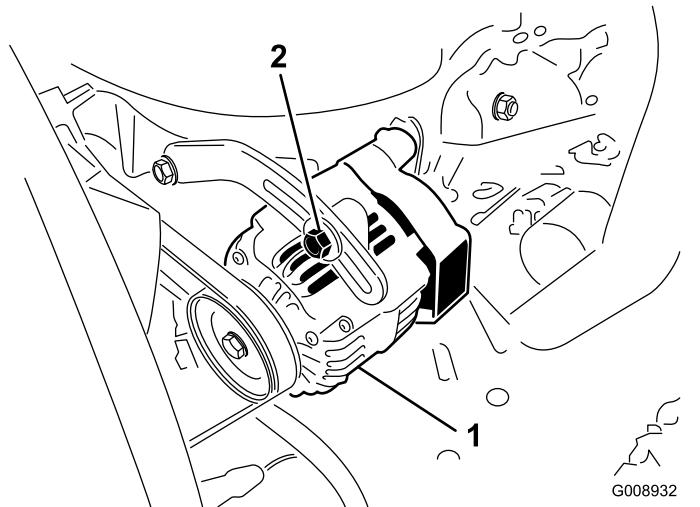

図 45
- たわみが10 mmでない場合には、オルタネータ取り付けボルトをゆるめる図 45。